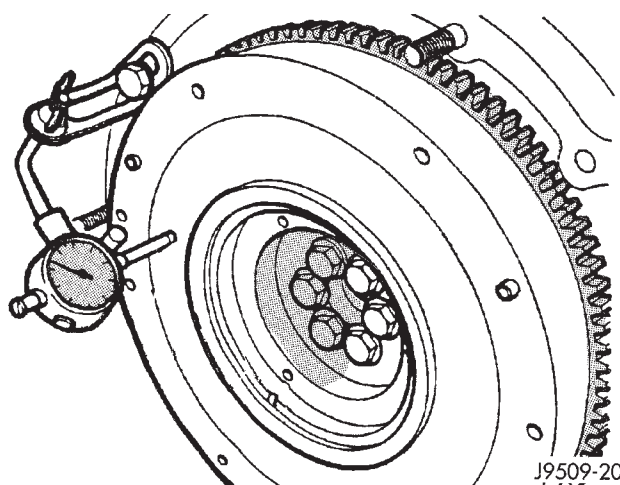

Fig. 71 Medición de juego longitudinal de cigüeñal
(16) Instale dos pernos del volante, a 180°, y apriete los pernos con una torsión de 20 N·m más 60° (15 lbs. pie más 60°).
(17) Coloque un indicador de cuadrante al bloque de motor.
(18) Mueva el cigüeñal hacia la parte delantera del motor y ponga a cero el indicador.
(19) Mueva el cigüeñal hacia la parte trasera del motor y registre la medición.
(20) Reste el juego especificado del número obtenido. El juego de cigüeñal es de 0,153 a 0,304 mm (0,0060 a 0,0119 pulg.).
(21) Seleccione la arandela de empuje que suministre el juego correcto.
(22) Retire las herramientas y volante.
(23) Lubrique el lado de los cojinetes de empuje y colóquelos en el portador trasero de cojinetes principales.
(24) Asegúrese de que el extremo del cigüeñal y superficie de contacto del volante estén limpios y secos. Instale el anillo O en el surco del volante.
(25) Para verificar si el juego longitudinal es el correcto, instale 2 pernos del volante con una separación de 180°, y apriete los pernos con una torsión de 20 N·m más 60° (15 lbs. pie más 60°).
(26) Mida el juego longitudinal del cigüeñal con un indicador de cuadrante. El juego longitudinal del cigüeñal no debe exceder 0,153 a 0,304 mm (0,0060 a 0,0119 pulg.) (Fig. 71).